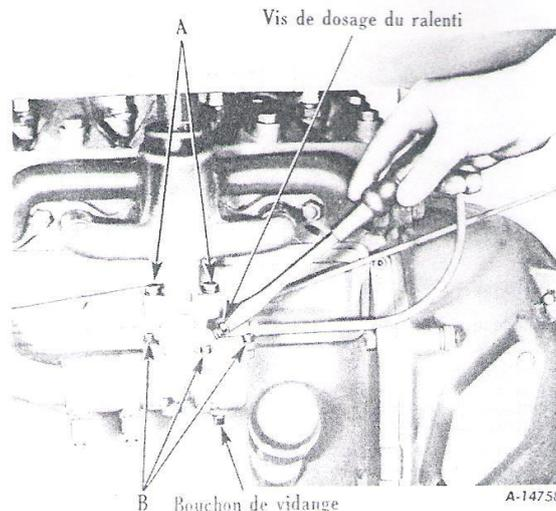

Figure 43 - Démontage du carburateur.
- 6 - Dévissez les deux écrous avec rondelles Grower qui fixent la bride sur le collecteur et retirez le carburateur complet, figure 43.